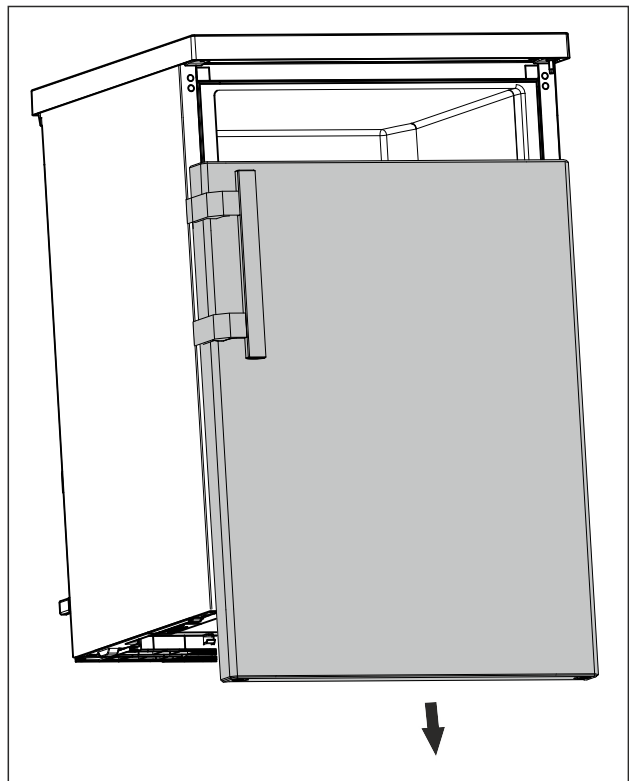

Fig. 17
- ▶ Detașați ușa în jos. (vezi Fig. 17)